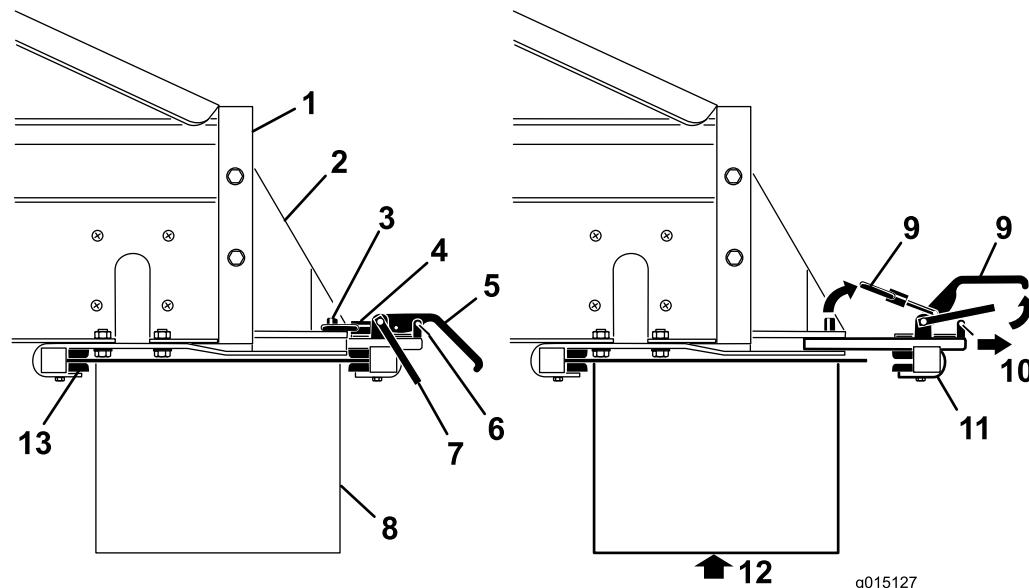

Рисунок 2
- Снимите зажимы предохранительных защелок с рукояток хомутов (Рисунок 2).
- Поднимите предохранительную защелку, затем поднимите рукоятки хомутов дополнительного навесного орудия и освободите стопорные кольца от стопорных штифтов (Рисунок 2).
- Выполните задний узел хомута дополнительного навесного оборудования из пазов для быстрого крепления (Рисунок 2).
- Вместе с помощником вставьте передний край двухдискового центробежного разбрасывателя под заднюю часть МН-400 в передние хомуты на кронштейнах (Рисунок 2).
- Поддерживая двухдисковый центробежный разбрасыватель, сдвиньте задний узел хомута дополнительного навесного оборудования назад в пазы кронштейнов и поверх задней кромки (Рисунок 2).
7. Заново установите зажимы предохранительных защелок на рукоятки хомутов (Рисунок 2).